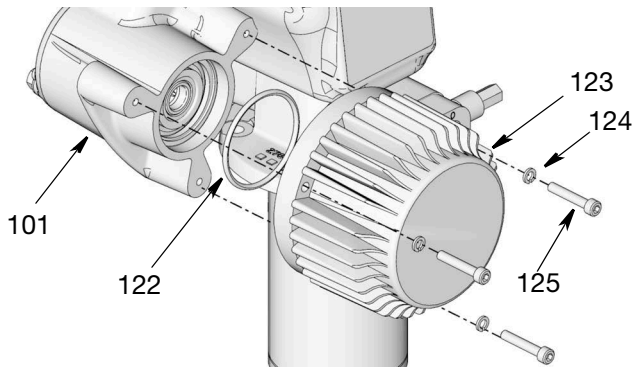

図 59
2. Oリング (122) にグリースの薄い層を塗布します。Oリングをモーター (123) に取り付けます (図 59)。
3. ネジ (125) とワッシャー (124) を使って新しいモーター (123) を取り付けます (図 59)。レンチを使用してネジをしっかりと締め付けます。17-19 ft-lb (23 - 25 N•m) のトルクで締めます。